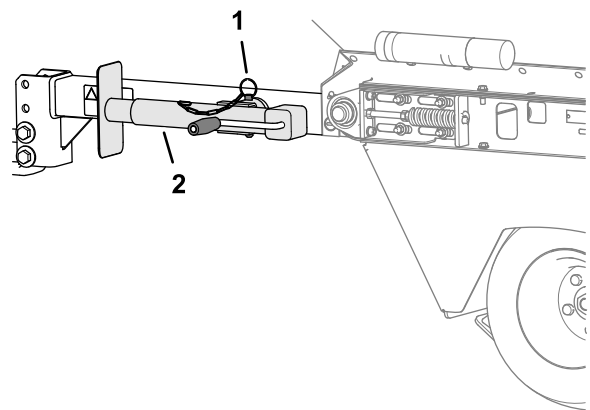

图12
4. 水平旋转千斤顶图12。
5. 用柱销将千斤顶固定至安装管图12。